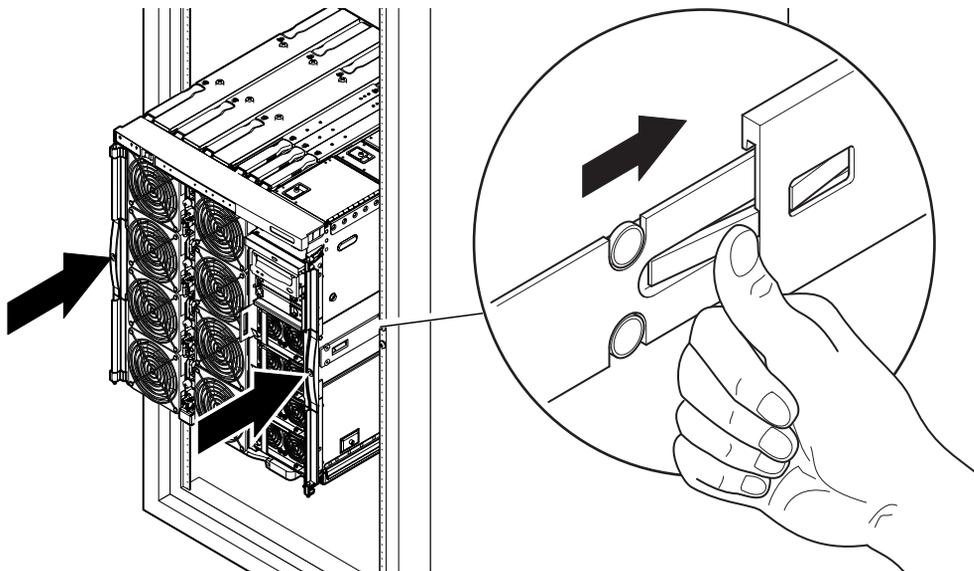

FIGURA 1-13 Colocación del servidor en el mueble
11. Presione los cierres verdes situados en cada riel y empuje el servidor hasta que quede colocado en el mueble (FIGURA 1-13).